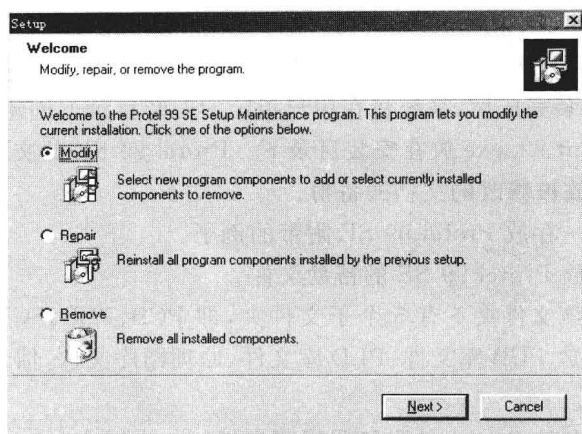

图 1-9 “Setup”对话框
② 在该对话框中,单击“更改/删除”按钮,将显示“Setup”对话框,如图 1-9 所示。其中,